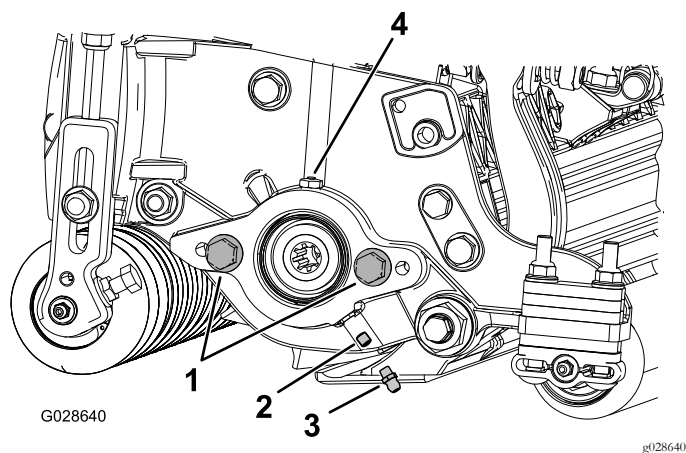

Bild 6
1. Entfernen Sie die Stellschraube an der Seitenplatte des Spindelmotors und werfen sie weg (Bild 6).
2. Bringen Sie den geraden Schmiernippel an (Bild 6).
3. Wenn die Seitenplatte des Spindelmotors keine Kopfschrauben hat, befestigen Sie sie (Bild 6).
5. Montieren Sie den Spindelmotor und fetten Sie die Seitenplatte ein, bis überschüssiges Fett aus der Fettöffnung austritt (Bild 6).